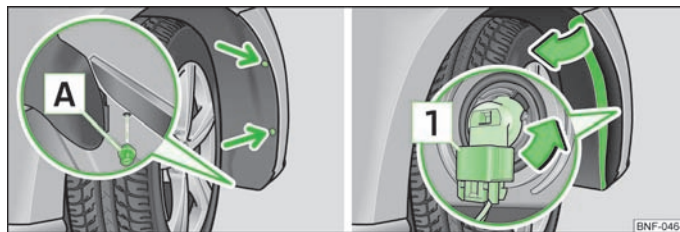

Fig. 122 Hjulkasse foran: udskiftning af pære til tågeforlygte
- Skru de to skruer til hjulkassebeklædningen ud med skruetrækkeren » Side 125, *Bilens værktøj* (pile) » Fig. 122.
- Skru låseclipsen **A** » Fig. 122 nederst på hjulkassebeklædningen ud med en flad, stump genstand, fx en mønt, og tag den af.